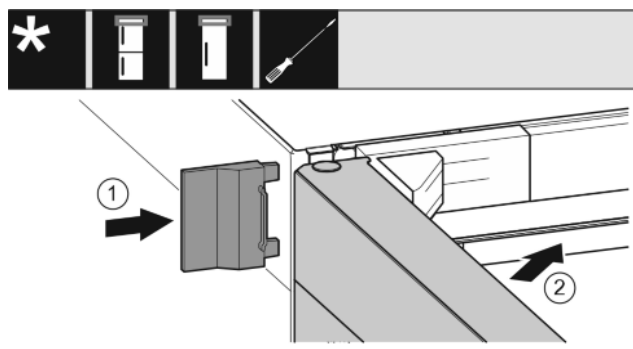

Fig. 19
- ▶ Natakните vanjski pokrov. *Fig. 19 (1)*
- ▶ Zatvorite gornja vrata. *Fig. 19 (2)*